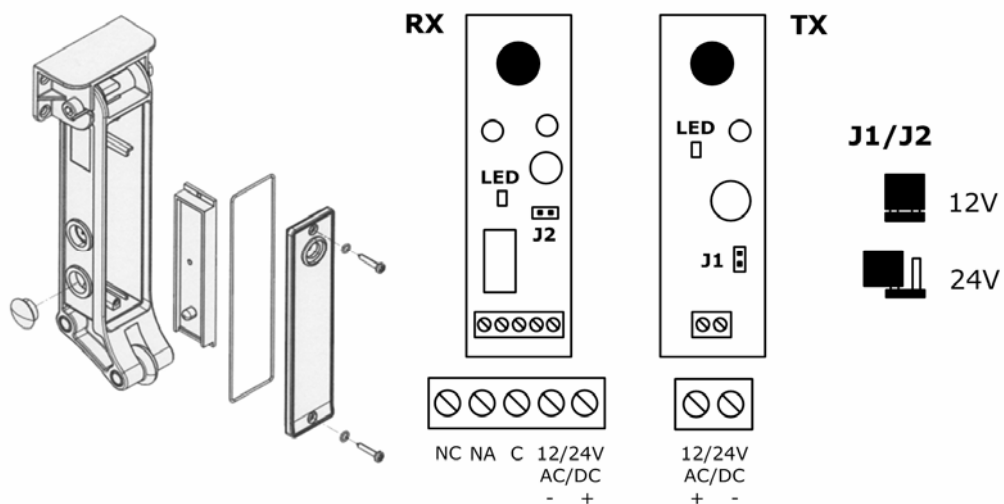

Abb. 5 – Anschluss von NO TOUCH 1
- Führen Sie alle elektrischen Anschlüsse durch (Abb. 5 – 7).
Zum elektrischen Anschluss von NO TOUCH 1 werden die Module des Senders und des Empfängers sorgfältig aus den Gehäusen herausgenommen (Abb. 5). Nach dem Anschluss werden sie wieder dicht zusammgebaut.